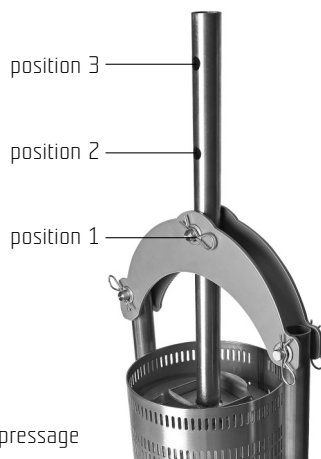

Fig. 2 - Positions des étapes individuelles de pressage
La première étape de pressage – commencez toujours le pressage avec le tube de pression en position 1, voir figure 2. Par quelques coups de la poignée (du levier) du pressoir hydraulique levez lentement le panier (6). Répétez le processus de levage du panier jusqu'à ce que le jus coule efficacement ou jusqu'à ce qu'il soit possible de déplacer le levier du cric avec la force de la main.
Si le jus ne coule pas efficacement, le tube de pression (2) se trouve à la position la plus basse 3 (voir fig.2) et le levier du cric ne peut plus être déplacé à la main, le cycle de pressage est terminé.